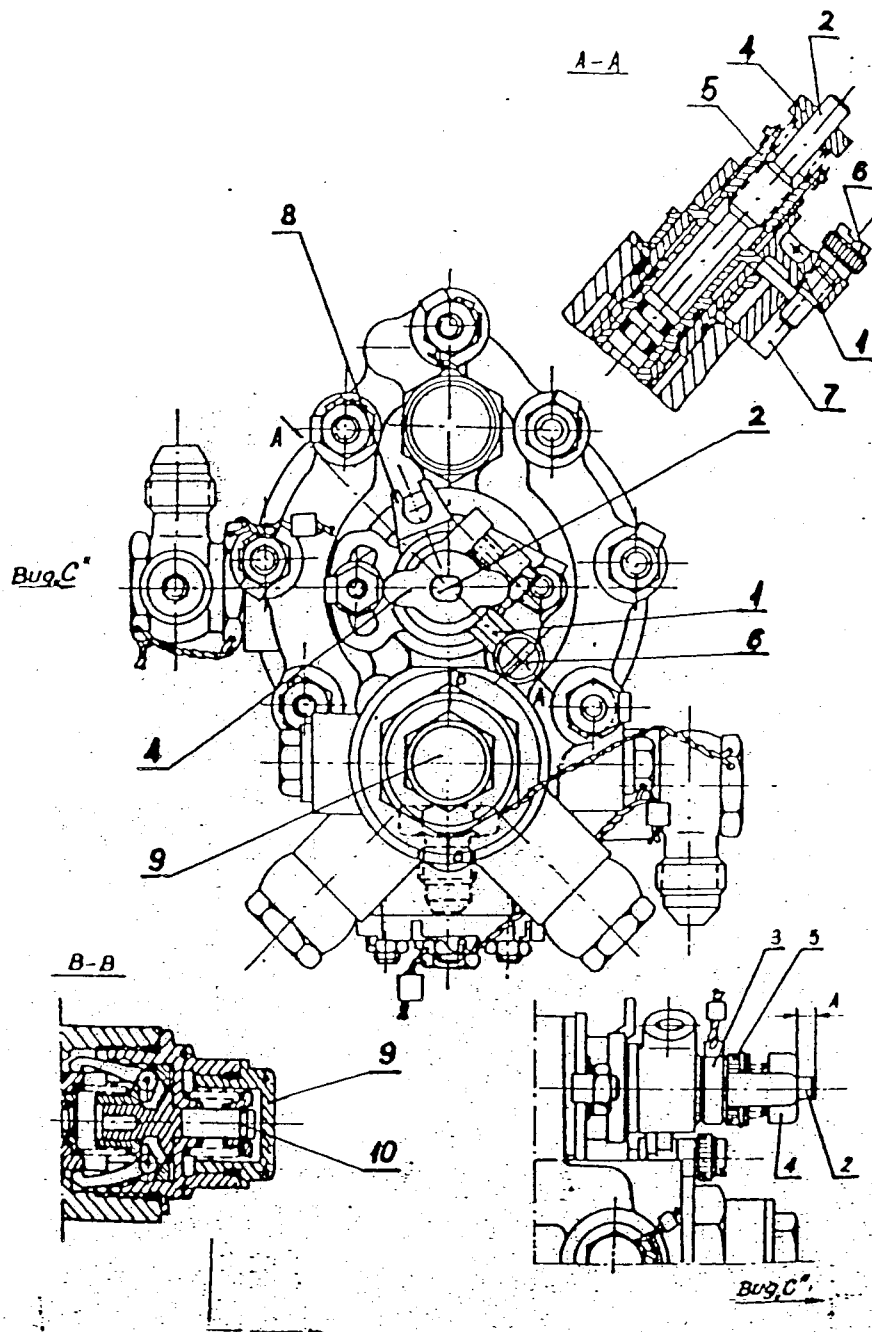

Рис. 6.22. Агрегат РО-40ТА
Г7.1.5. Регулировка заключается в завёртывании винта 2 (рис. 6.22.) на такую величину, чтобы обороты срабатывания автомата защиты были равны или превышали (не более чем на 2%) минимально допустимые.
Г7.2.1. Переключение автомата защиты из рабочего положения в контрольное положение (рис. 6.22.):
17.2.3. Разблокировка автомата защиты (рис. 6.22.):
Г7.2.4. Переключение автомата защиты из контрольного положения в рабочее положение (рис. 6.22.):
Г7.3. Регулировка оборотов свободной турбины производится следующим образом (рис. 6.22.):